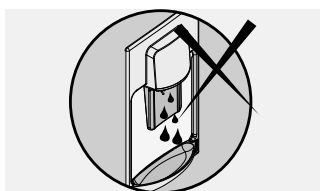

Figura 48
- Solo retire el tanque dispensador hasta que no haya flujo de agua por la válvula (figura 48)